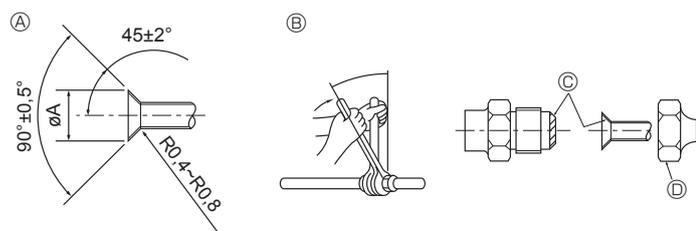

Fig. 4-1
4.1. Forbindelsesrør (Fig. 4-1)